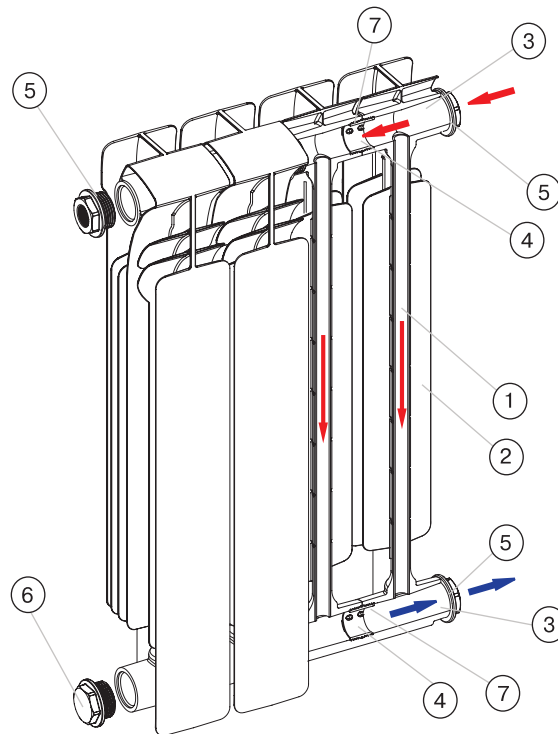

Рис. 1.8.
Секция биметаллического радиатора STOUT Space (рис. 1.8) состоит из стальной трубки (1) внутренним диаметром 12,8 мм, залитой под давлением алюминиевым сплавом. Отливка представляет собой общий единый монолит из вертикального оребрения (2) с верхним и нижним коллекторами (3), куда выходят концы трубки.